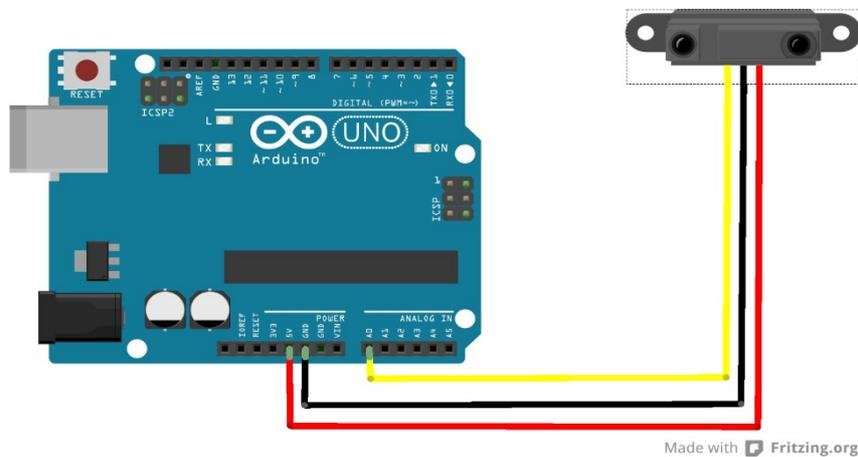

Figura 7. Diagrama de conexión del sensor de infrarrojo.
5.- Conecte el sensor de infrarrojo una entrada analógica de la tarjeta Arduino como se muestra en la figura 7, cambie de entradas si ya son usadas por otros sensores. Envíe los valores sensados por el puerto serial mostrándolos en el IDE del Arduino.